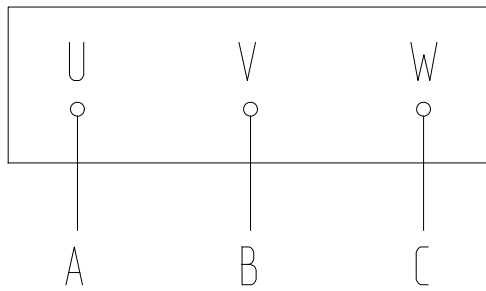

图 2：三端子接线图
- a) 电动机接线盒内三个接线端子，其线端标志为 U、V、W，接线方法如图 2 所示。